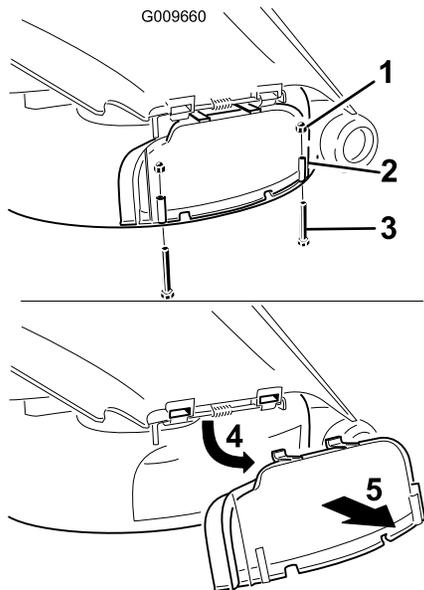

Figura 20
3. Remova os 2 parafusos e porcas que fixam a cobertura de descarga ao cortador (Figura 20).